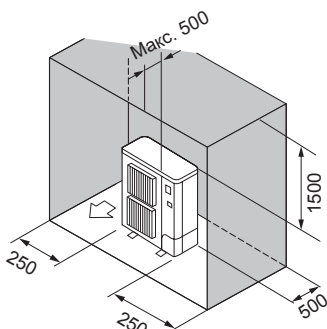

Fig. 2-11
- ⑥ Само препятствия отзад, отстрани и отгоре (Fig. 2-11)